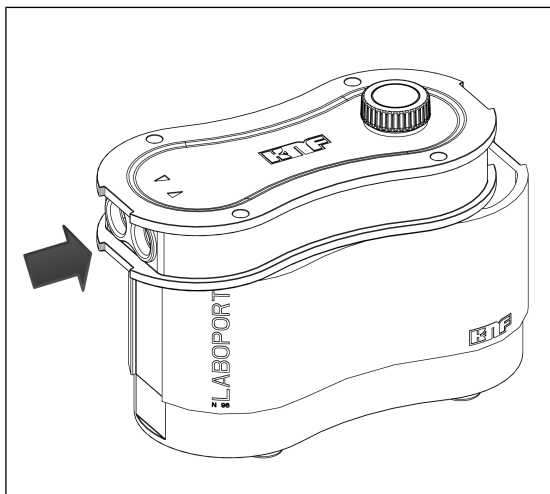

Fig. 13: Deslizar la tapa de la carcasa por encima de las conexiones de gas (cerrar la bomba)
- Deslizar la tapa de la carcasa (2) sobre las conexiones de gas hasta que la forma de la tapa de la carcasa (2) coincida con la forma de la carcasa de la bomba (3) (ver Fig. 13).